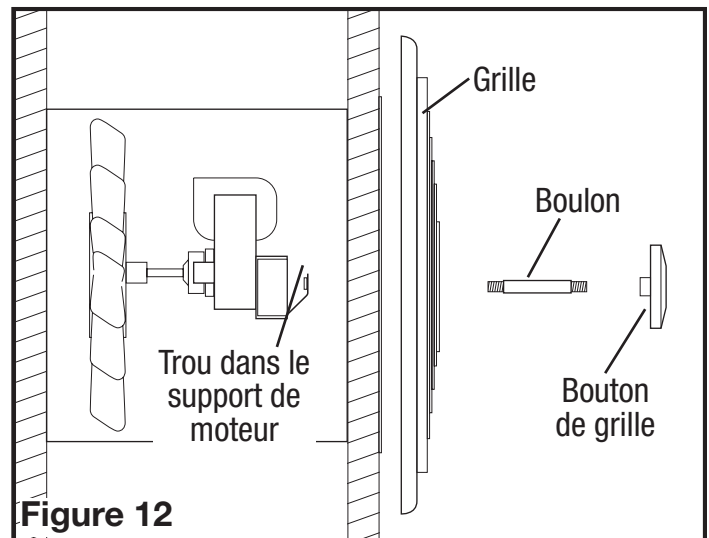

Figure 12
2. Installer la grille en la positionnant sur le châssis intérieur et en alignant le trou central sur la grille avec le trou sur le support du moteur. Visser un côté du boulon inclus de la grille sur le support du moteur et l'autre côté dans le bouton de la grille et tourner pour serrer jusqu'à ce que la grille soit ajustée bien serrée contre le mur. NE PAS SERRER A OUTRANCE (Figure 12).